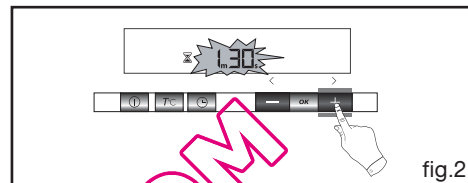

fig.2
- Uw display geeft "Lcd off" weer (fig.2).